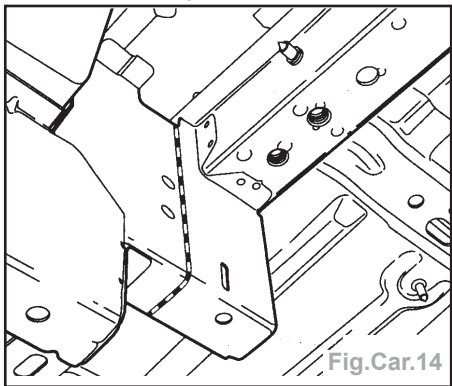

Fig.Car.14
- Découper la tôle de liaison avec le marchepied (Fig.Car.14).